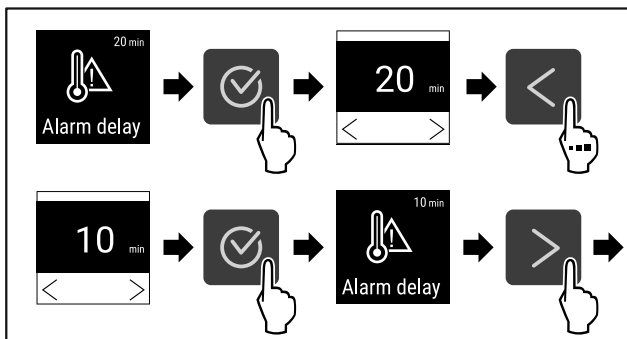

Fig. 100
- ▶ Stappen (zie Fig. 100) uitvoeren.